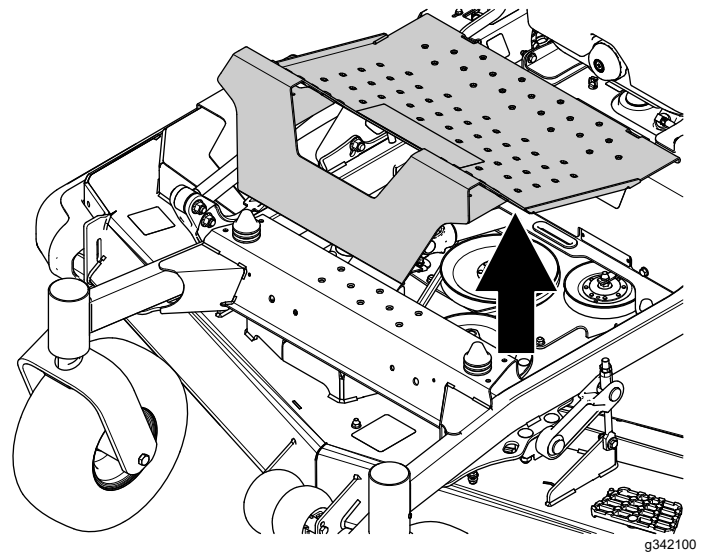

Bild 10
- Entfernen Sie die Bodenwanne (Bild 10).